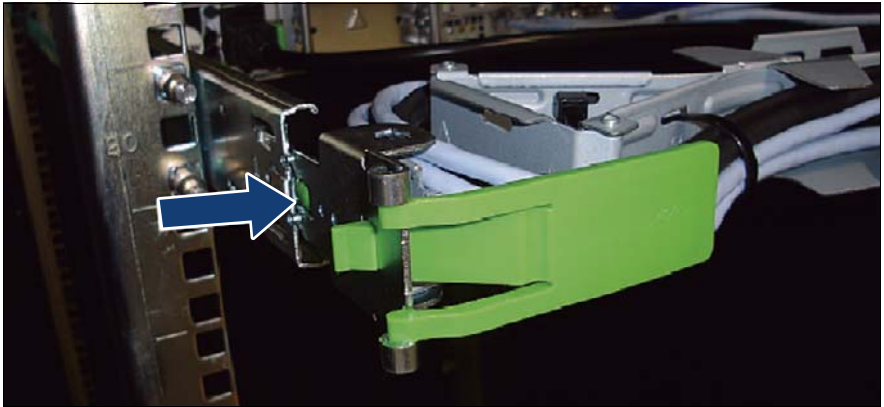

図 32: CMA ストップのロック解除
- ▶ ロックスプリングを内側に押して、CMA ストッパのロックを解除します（図 32 を参照）。